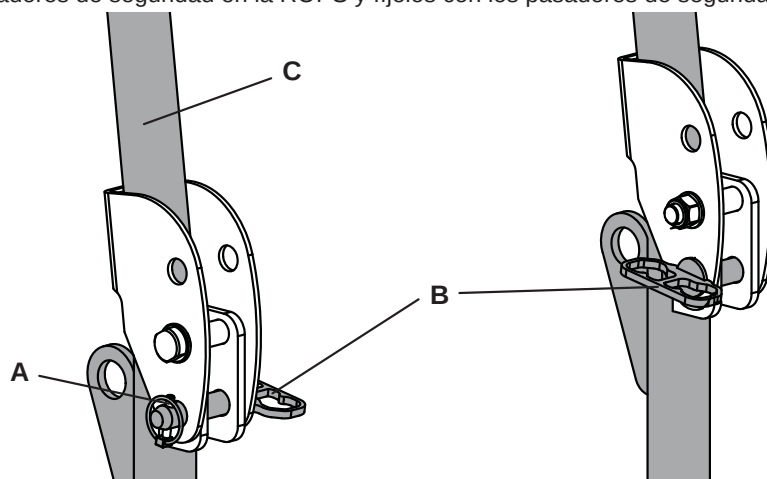

Figura. 13
2. Localice los dos pasadores Lynch (figura 13, punto A) y los dos pasadores de seguridad (punto B).